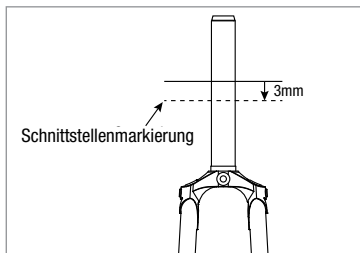

Abbildung 5
9. Finden Sie die Markierung in Schritt 8. Messen Sie 3 mm nach unten und markieren Sie die neue Schnittstelle (Abb. 5).